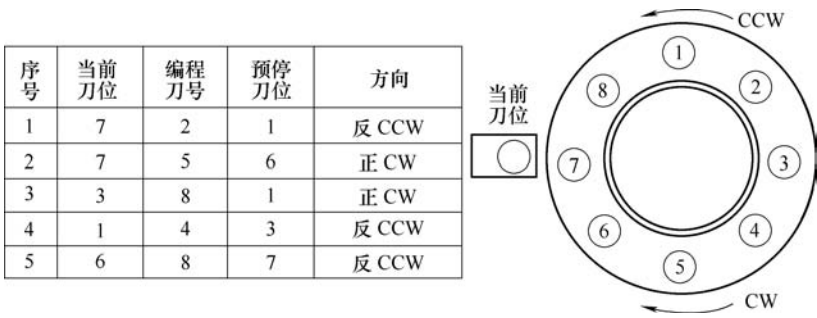
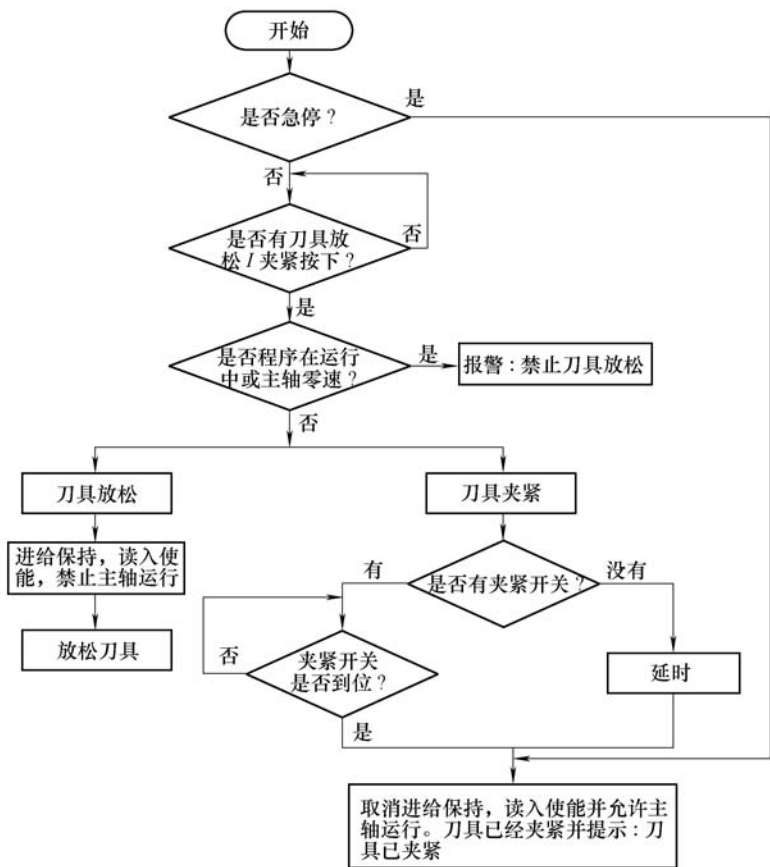
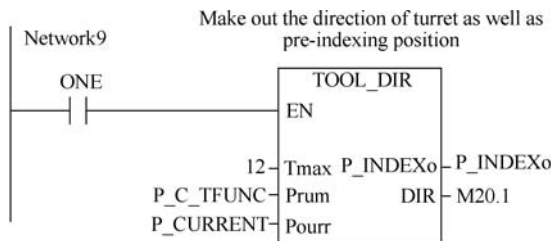

图1 就近选刀
图2 选刀流程图
图3 就近选刀子程序梯形图
(1) 就近选刀。就近选刀如图1所示，选刀流程如图2所示，就近选刀子程序梯形图如图3所示，局布变量定义如表1所示。